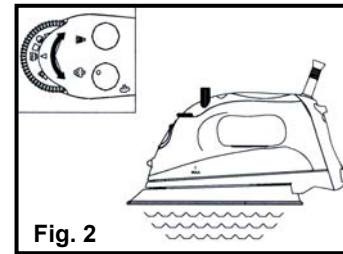

Fig. 2
5. Para aumentar el vapor, gire el dial regulador de vapor a la derecha. Cuando se use más vapor, la plancha consumirá más agua y tendrá que rellenarse con más frecuencia (Fig. 2)